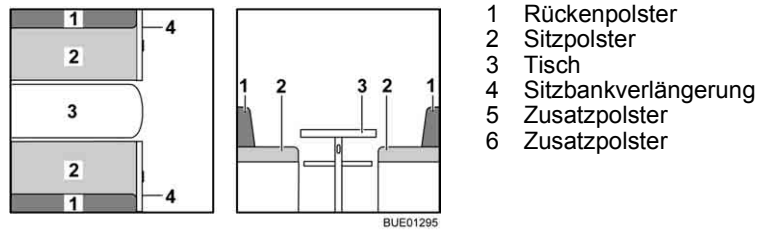

Bild 123 Vor dem Umbau
- Tisch (Bild 123,3) vergrößern und zum Bettunterbau umbauen (siehe Abschnitt 6.11).